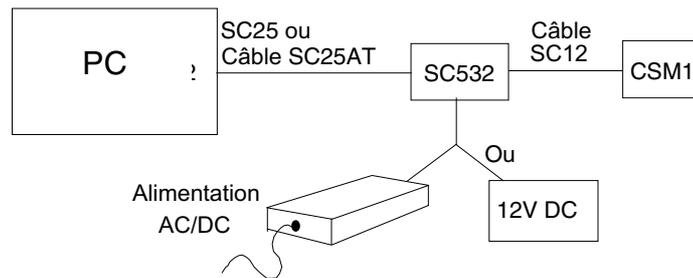

Figure 2 Connexion du CSM1 au PC
3. Du fait que la pile n'était pas installée, la carte sera corrompue (corrupted) et il faudra l'effacer et la reformater avant de pouvoir l'utiliser. Ceci devra être fait, après avoir branché le CSM1 à la centrale de mesure (voir figure 2), en utilisant le programme SMS de PC208W et le fichier d'aide contextuelle qui y est associé. Si vous êtes sous environnement DOS, merci de nous contacter pour de plus amples informations